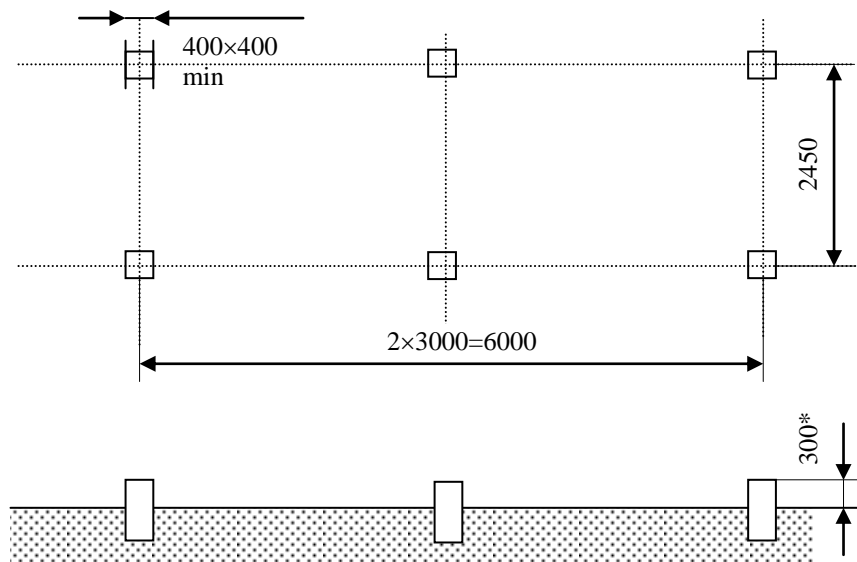

Рис. 1 Рекомендуемый план фундамента для здания 6х2,45 м
2.1.1. Подготовить ровную горизонтальную площадку соответствующих размеров, согласно рекомендуемому плану фундамента. На рис.1. приведён примерный план фундамента для блок-контейнера размерами 6,0х2,45х2,5 м.